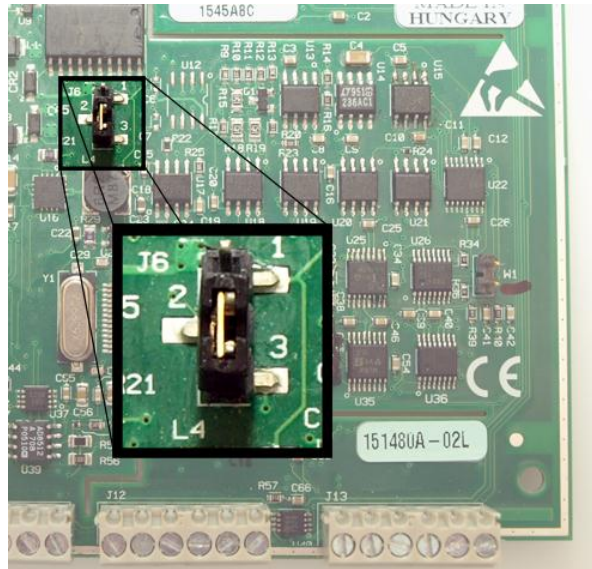

Abb. 12. Position der Steckbrücke J6
5. Konfigurieren Sie die Steckbrücke J6 für Pullup (Stifte 1-2) bzw. Pulldown (Stifte 2-3). Standardmäßig ist sie auf Pullup eingestellt. Abbildung 12 verdeutlicht die Position der Steckbrücke auf der Platine.